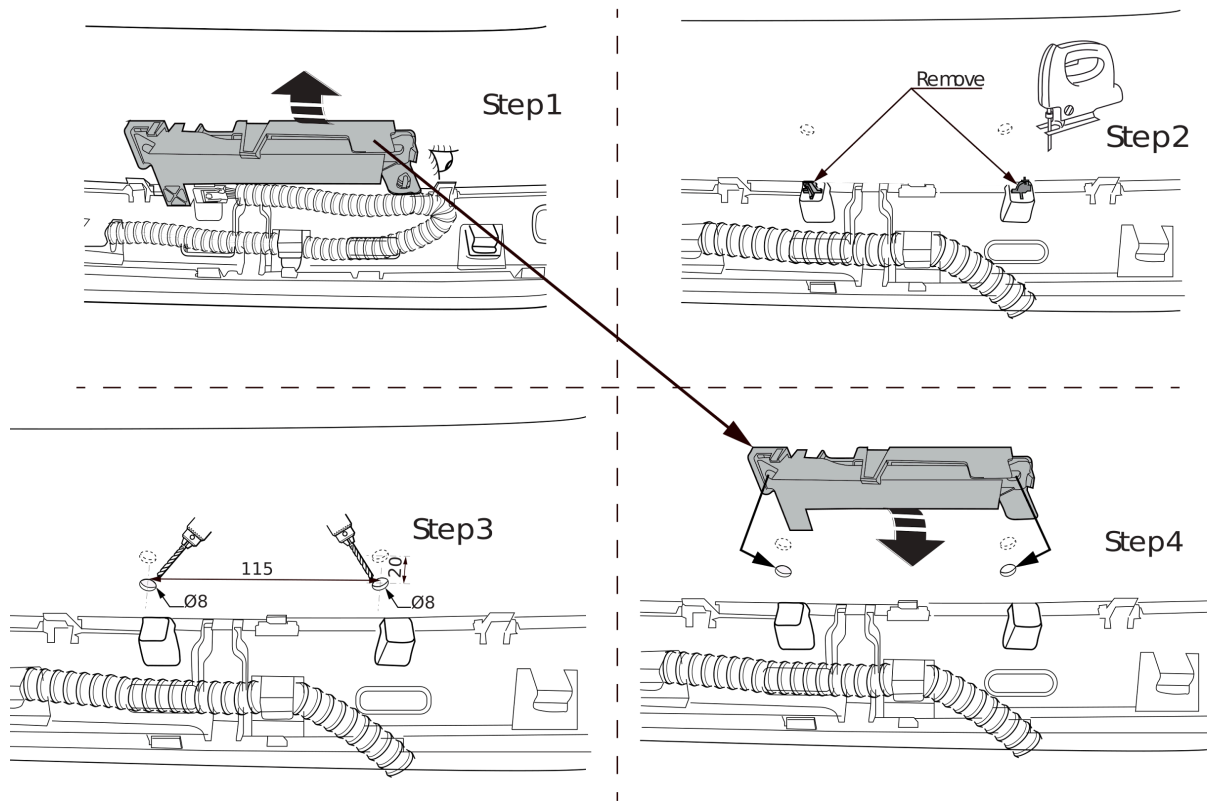

Fig. 2
2. Внимание, если имеются: монтировать парковочный датчик. См. рисунок 2